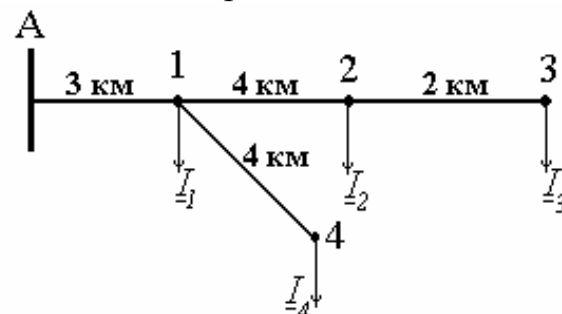

Рис. 69. Схема сети к задаче 52
**Задача 52.** Потребители электрической энергии, заданные комплексами токов (рис. 69), питаются от распределительной сети напряжением 10 кВ.
*Определить* сечения сталеалюминиевых проводов ВЛ по допустимой потере напряжения ( $\Delta U_{доп} = 8\%$ ), исходя из минимального расхода цветного металла. Длины участков указаны на рис. 69. Токи нагрузок равны: